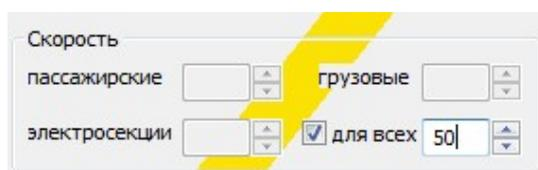

Рис.171. Ограничение скорости для любых категорий поездов.
11. Если скорость движения всех категорий поездов по этому предупреждению одинакова, установить галочку в поле «для всех» и ввести общую скорость (см. рис. 171).